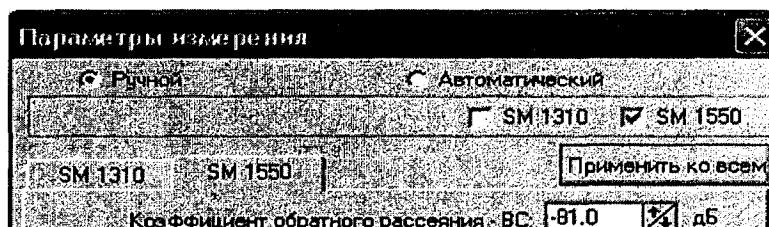

Рисунок 1.
6.2.1 Если прибор имеет две и более длины волны – проверка должна проходить поочередно для каждой из имеющихся длин волн. Поэтому в окне "Параметры измерения" управляющей программы рефлектометра должна быть выбрана только одна длина волны. Например, 1550 нм – рисунок 1. Режим измерения – "Ручной".